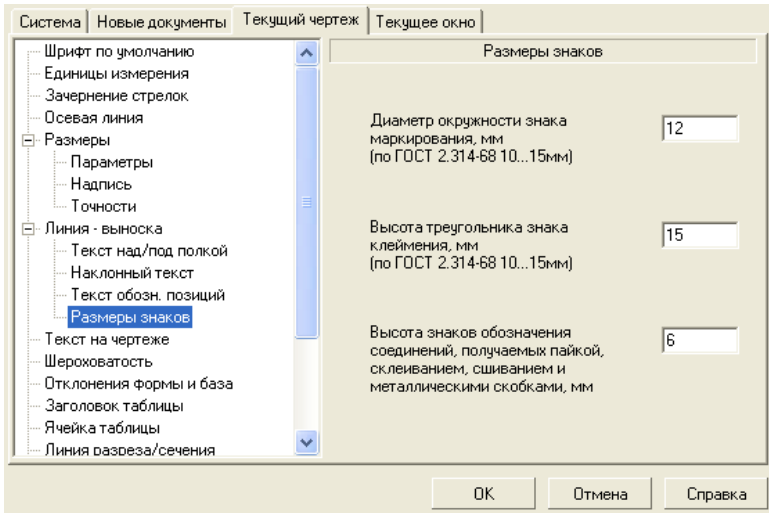

Рисунок 8.11– Диалоговое окно Параметры с открытой вкладкой Текущий чертеж и панелью Размеры знаков
– щелкните по пункту *Линия-выноска*, а затем – по пункту *Размеры знака*. В правой части появится панель *Размеры знаков*, показанная на рисунок 8.11.